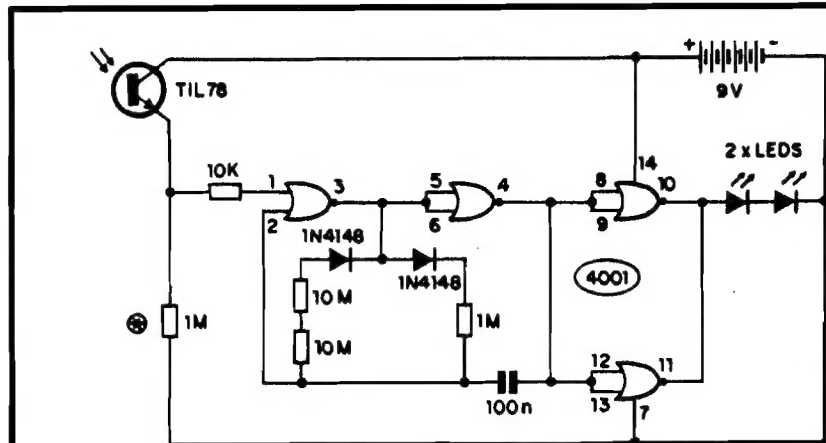

Fig.1
**- FIG. 1 - DIAGRAMA ESQUEMÁTICO DO CIRCUITO** - NA intenção explícita de minimizar não só a quantidade de componentes, como também o consumo geral do circuito, foi escolhido para centralizar as funções ativas um Integrado da "família" digital C.MOS, versátil e "muquirana" (em energia...). O núcleo do arranjo está num oscilador (ASTÁVEL) dotado de "entrada de autorização", formado pelos dois **gates** do 4001, delimitados pelos pinos 1-2-3 e 4-5-6. Estes, quando o oscilador está ativo, geram um trem de pulsos cuja Frequência é determinada pelo capacitor de 100n e pelos resistores de 10M, 10M e 1M... No-tem, agora, que a parte resistiva da rede RC do oscilador, é dividida em dois "ramais", chaveados pelo par de diodos 1N4148: um com dois resistores de 10M **em série** (totalizando 20M, portanto...) e outro com o resistor de 1M... Graças à presença dos dois diodos, essa desproporção entre as Resistências nos dois "ramais", de 20 para 1, se manifesta também no ciclo ativo da Saída do bloco (pino 4 do 4001), de modo que o semi-ciclo "alto" se mostra cerca de 20 vezes mais longo do que o semi-ciclo "baixo" (notem que essa relação, puramente de **on-off**, não tem nada a ver com a Frequência geral de oscilação, determinando apenas a proporção - ou "desproporção" de Tempos, **dentro** de cada ciclo do oscilador...). O resultado da oscilação é apresentado a um conjunto simples inversor "bufferado", estruturado com os outros dois **gates** do Integrado (pinos 8-9-10 e 11-12-13), com suas Entradas todas "juntadas", o mesmo acontecendo com suas Saídas. Dessa forma, manifestando-se a oscilação, nos pinos 10-11 um **forte e muito curto** (proporcionalmente) pulso "alto" se manifestará a cada ciclo, intervalado por um **longo** (ainda proporcionalmente...) estado "baixo" na dita Saída geral. O tal pulso "alto" e "estrito" (no Tempo...) entrega "chutes" de cerca de 9V, sob razoável regime de Corrente, a um par de LEDs de alto rendimento, dispostos **em série** (arranjo que permite, no caso, excelente luminosidade, sem "puxar" excessiva energia da fonte geral de alimentação...). Sendo os lampejos, então, **fortes**, porém **muito breves**, a demanda **média** de Corrente do referido estágio "de Potência", torna-se ex-